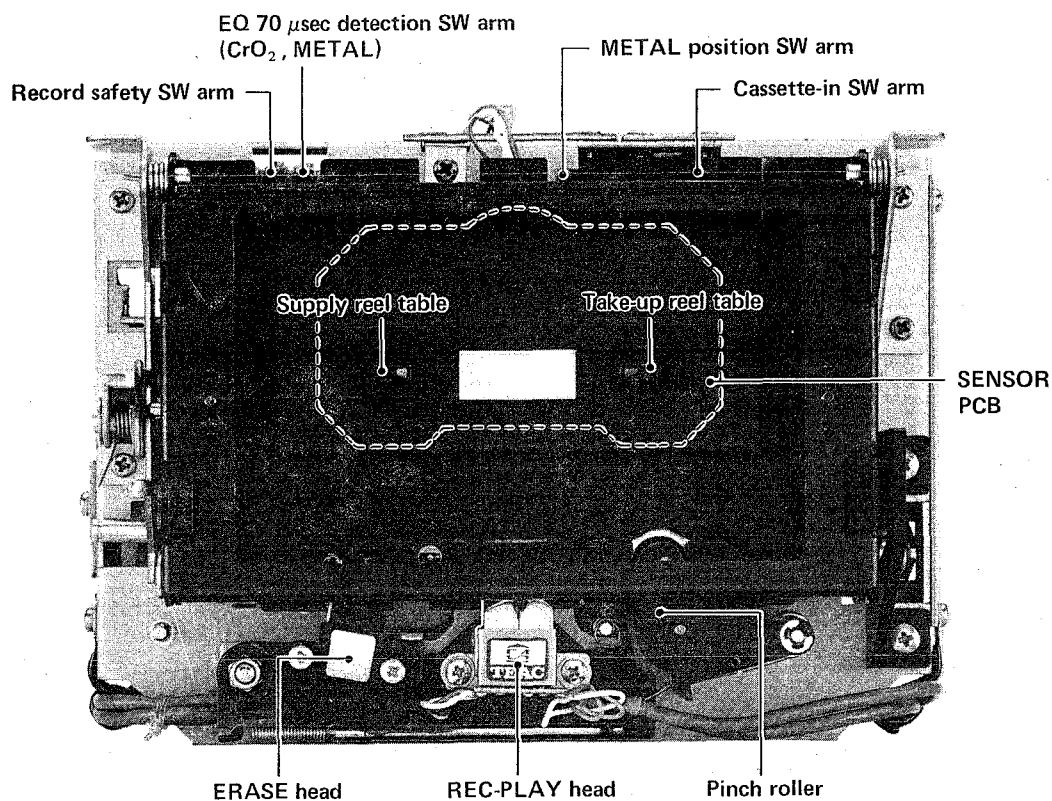

Fig. 3-2 Transport front view トランスポート前面図
1. While pushing up the cassette-in sensor arm with the cassette holder shut (Fig. 3-2), activate the play mode. Keep the sensor arm pushed up during measurement.
1. カセット・ホルダを閉じた状態で、カセットイン・センサ・アーム (図3-2) を上方に押して、プレイ・モードにする。測定中、センサ・アームは上方に押し続けること。